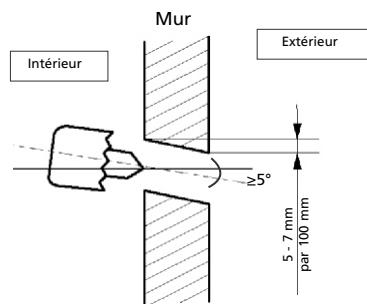

Fig. 9
- Déterminer la position des trous en fonction du diagramme illustré à la Fig. 8. Percer un trou 65 mm en inclinant légèrement vers le bas (côté extérieur) afin d'éviter la pénétration d'eau vers l'intérieur (fig. 9).